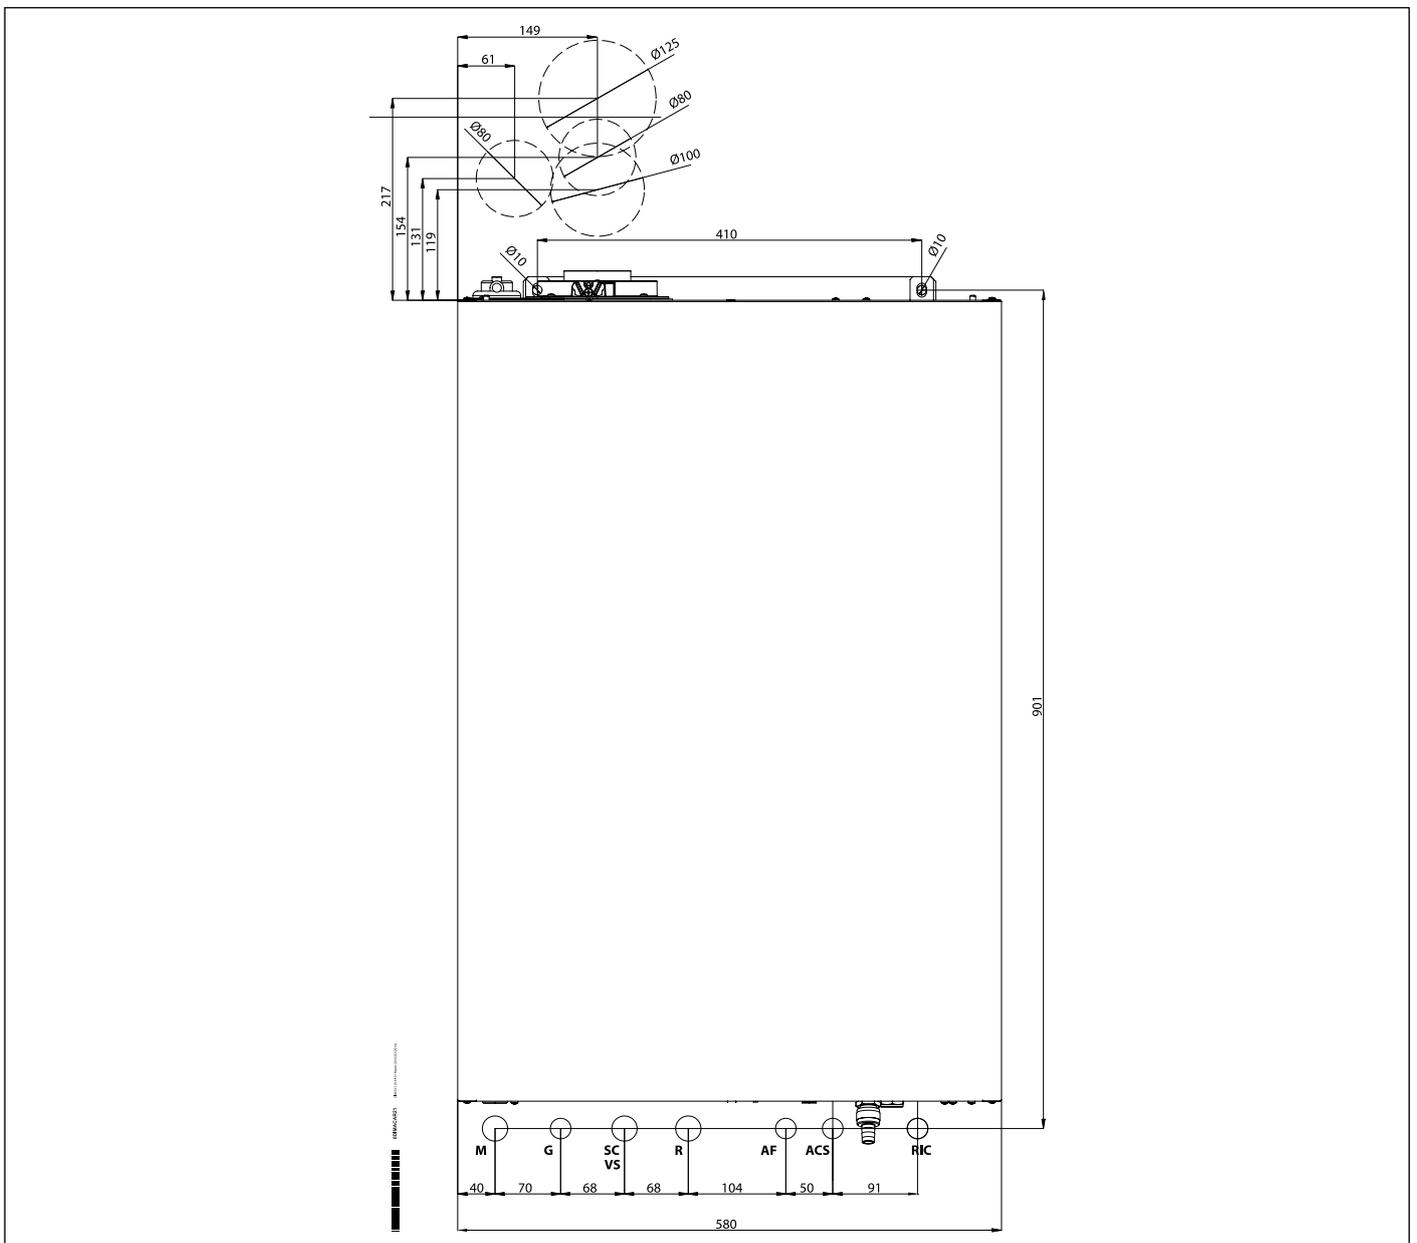

Abb. 6 Papierschablone
- Die Schablone für die Wandbefestigung des Kessels (siehe Abb. 6 Papierschablone);
Jedes Gerät ist mit einer entsprechenden Papierschablone ausgestattet, die in der Verpackung enthalten ist (siehe Abb. 6 Papierschablone). Diese Schablone ermöglicht das Verlegen der Rohrleitungen für den Anschluss an die Heizungsanlage, das Sanitärwasser, das Gasnetz und an die Luftansaug-/Rauchabführungsleitungen bei der Herstellung der hydraulischen Anlage und vor der Installation des Kessels.
- Die Schablone an der Wand befestigen (siehe Abb. 6).